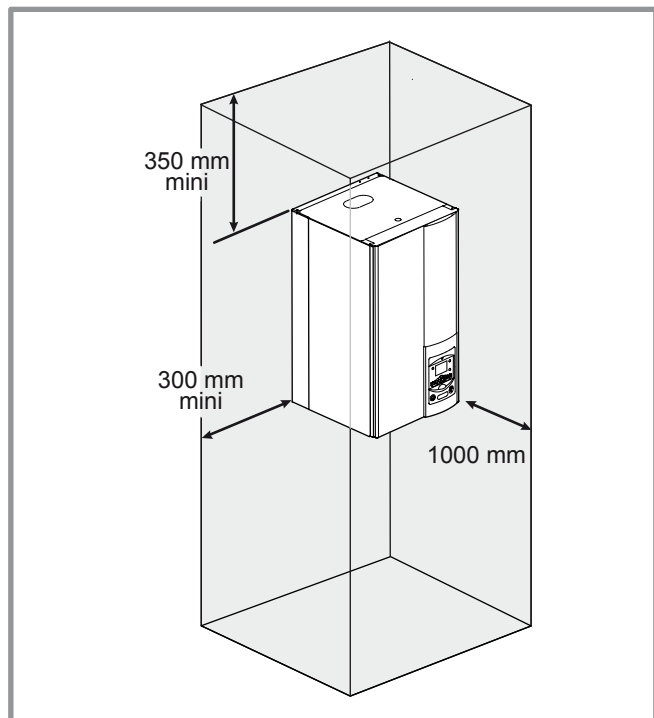

figura 14 - Colocación de la unidad exterior, evacuación de condensados
- En funcionamiento, puede evacuarse agua del aparato. No instalar el aparato en una terraza, sino preferiblemente en un lugar drenado (lecho de grava o arena). Si la instalación se realiza en una región donde la temperatura pueda ser inferior a 0 °C durante un largo periodo de tiempo, verificar que la presencia de hielo no represente ningún peligro. También se puede conectar un tubo de evacuación en la unidad exterior (ver figura 14, página 15).
La unidad exterior debe tener una sobreelevación de al menos 50 mm en relación con el suelo. En las regiones donde nieva, esta altura debe aumentarse pero no debe superar 1,5 m (figura 14).
(ver figura 14).